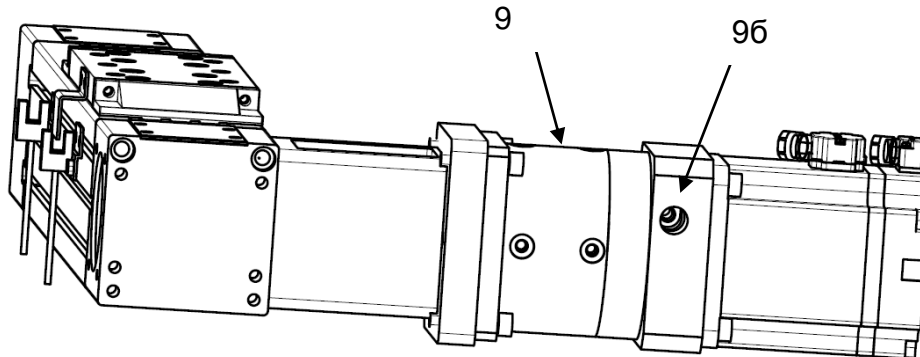

Рисунок 8 – Затяжка винта муфты.
6) затянуть второй винт муфты (поз. 9б) с другой стороны редуктора (поз.9) (см. рисунок 8);